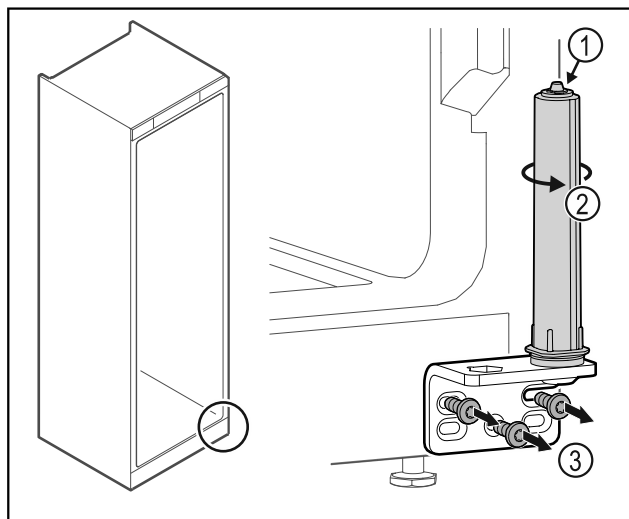

Fig. 34
- ▶ Μην αποσυναρμολογείτε το σύστημα κλεισίματος πόρτας Fig. 34 (1).
- ▶ Περιστρέψτε το σύστημα κλεισίματος Fig. 34 (2), μέχρι να κάνει κλικ.
- ▶ Ξεβιδώστε τη γωνία μεντεσέ Fig. 34 (3).